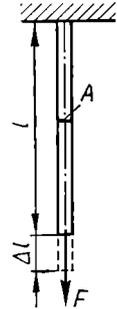

Bild 6
11. Wie groß ist die elastische **Längenänderung (Längung)** Δl eines prismatischen Stabes von der Länge l infolge Belastung durch eine Zugkraft F (Bild 6)?